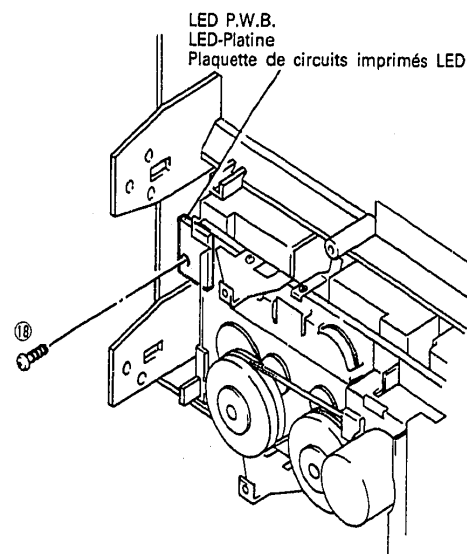

Fig. 15 Abb. 15
17. **LED-Platine (Abb. 15)**
**17. Plaquette de circuits imprimés LED 2 (Fig. 15)**